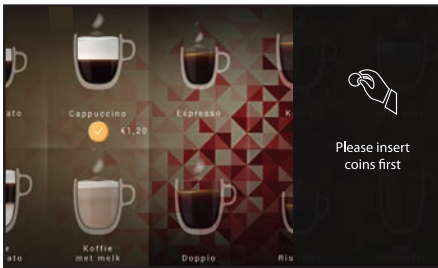

Fig. 4.11- Drikkevarelevering med betalingssystem
1. Indsæt en tilstrækkelig mængde kontanter eller e-kontanter i betalingssystemet, se fig. 4.11.